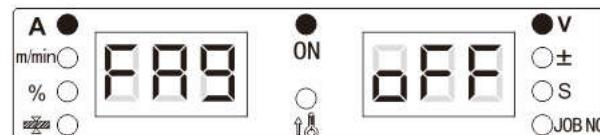

Рисунок 3-25. Отображение функции FA9 на цифровых дисплеях
- Поворотом регулятора панели управления установите выбор функции FA9 (см. Рисунок 3-25).